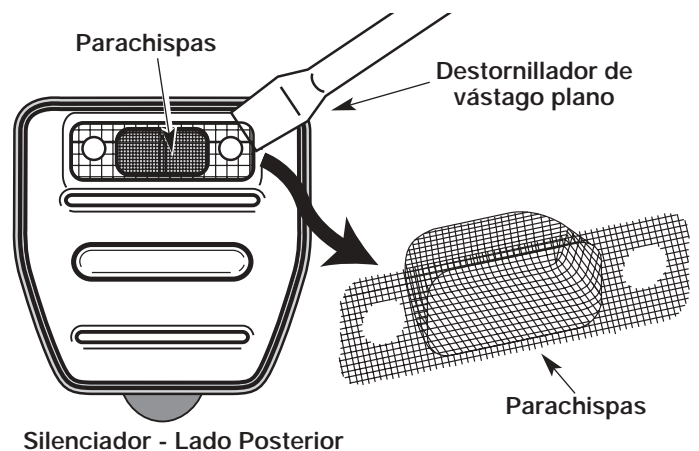

Fig. 25
4. Despegue cuidadosamente el parachispas con un destornillador de punta plana del orificio en bajo relieve (Fig. 25). Quite el parachispas del silenciador.
5. Limpie el parachispas con un cepillo de cerdas metálicas. Cámbielo si está dañado o si no lo puede limpiar completamente (Fig. 25).